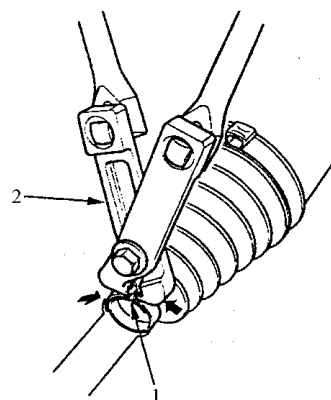

图 6-84 合拢卡环耳部
12) 如图 6-84 所示, 借助护罩卡环钳, 将卡环的耳部合拢。